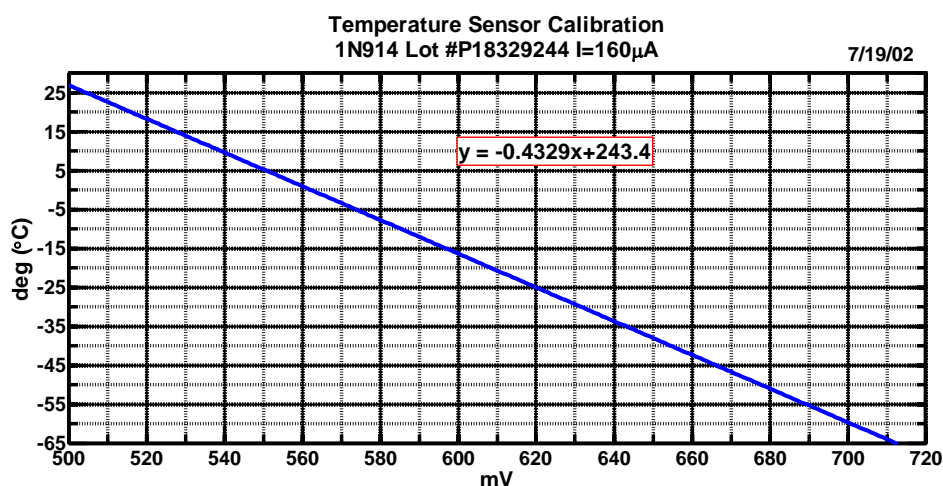
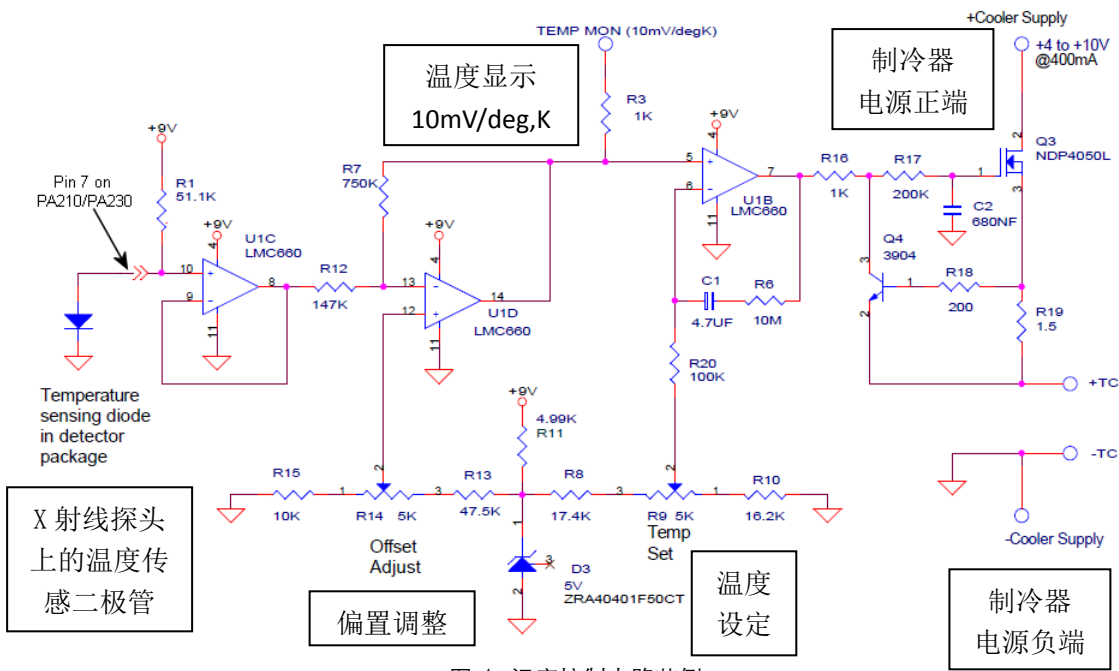

图 3. 测温二极管校准曲线 (I=160 $\mu$ A)
图 4. 温度控制电路范例
1. R19 电阻为 27.4k 欧姆, 置于 PA210/230 模块电路板上或者单独外加均可, 用以保持 160  $\mu$ A 的二极管供电。该电流下二极管上读出的电压 (mV) 和温度 ( $^{\circ}$ C) 的关系见图 3。
2. 前端放大器直接连接到 DP5/PC5 模块时无需电阻, 因该模块可独立为二极管供电并在配套软件中直接给出温度值 (K)。
下图 (图 4) 为温度控制电路范例, 对应测温二极管上电流为 160 $\mu$ A, 这时即可使用图 3 中的校准曲线。若该电路用于控制 PA210/PA230 前放模块, 则不要在 PA210/230 上安装 R19, 因为此时电流通过该电路中的电阻 R1 来设定。另外需要将 PA210/PA230 前放模块上的端口 7 连接到该电路的输入端 (如下图所示)。